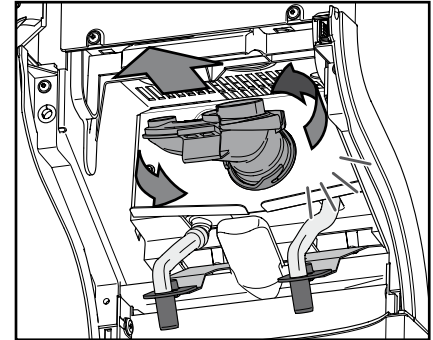

Fig. 28
- Girare la vaschetta di miscelazione in senso antiorario, per sbloccarla, e rimuoverla quindi insieme all'anello di tenuta (fig. 28).